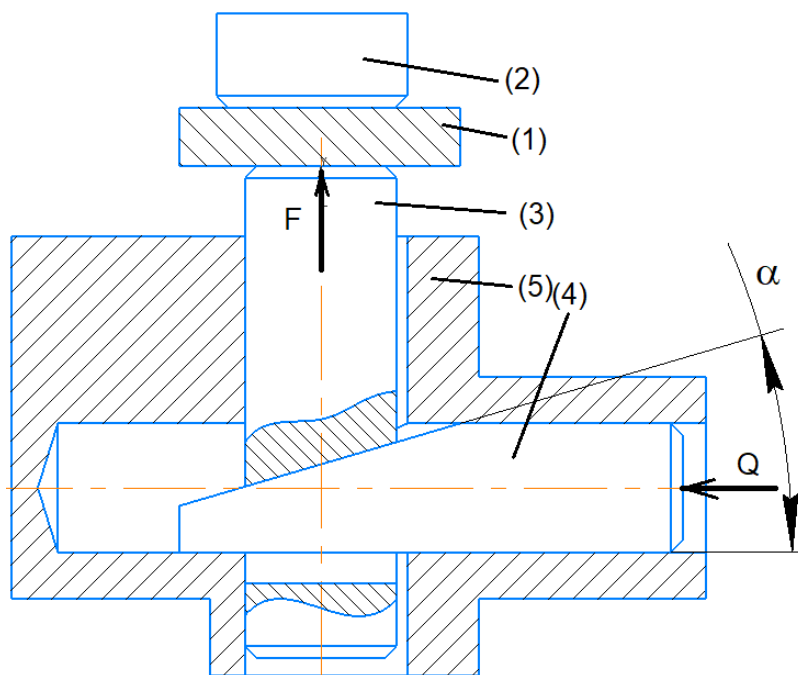

Рис. 6
Для обработки детали привода КИМ на фрезерном обрабатывающем центре возникла задача закрепления призматической заготовки. Для закрепления используется механизм, показанный на рис. 6. Заготовка (1) прижимается к опоре (2) с помощью плунжера (3), который находится в контакте с клином (4). Угол клина $\alpha=15^\circ$. Плунжер и клин опираются о корпус (5). Коэффициент трения между клином и корпусом равен $f_1=0,1$; коэффициент трения между плунжером и корпусом равен $f_2=0,15$; коэффициент трения между клином и плунжером равен $f_3=0,2$. Определить силу привода Q , действующую на клин, если известно, что сила зажима равна $F=200$ Н. КПД $\eta=0,54$.